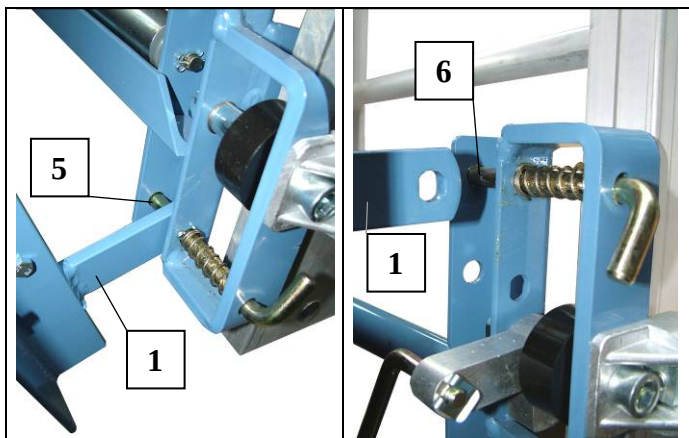

Fig. 42 Universeel plateau monteren
- Vario-platform (zoals het universele plateau) inhangen aan de onderste veergrendels aan de slede en aan de beide bovenste veergrendels uitlijnen (zie Fig. 42).
- Grendel van het steunstuk (4) verwijderen.
- Schuifbuis (8) uit de veiligheidsschroef (9) trekken en uitklappen.
- Schuifbuis (8) weer vastzetten.